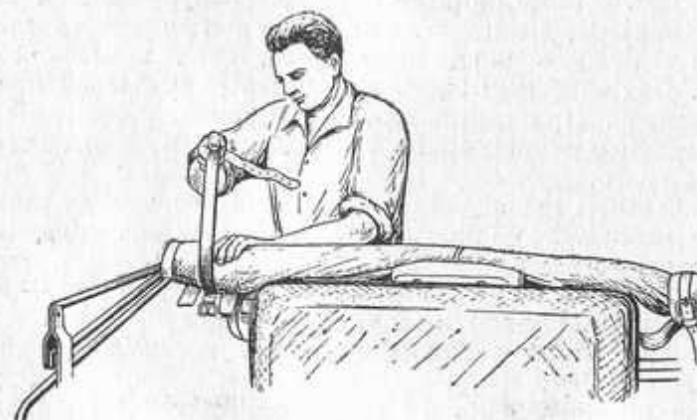

Рис. 121. Крепление тента ремнями.
8) затянуть ремни тента, продернув их через скобки изнутри и снаружи кузова (рис. 121);